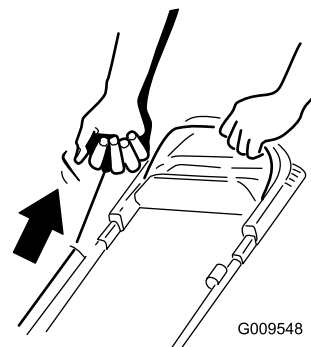

Figura 14
2. Tirate l'autoavvolgente (Figura 14).
una certa resistenza, poi date uno strappo (Figura 14). Lasciate che il cordino si riavvolga nell'avviatore lentamente.